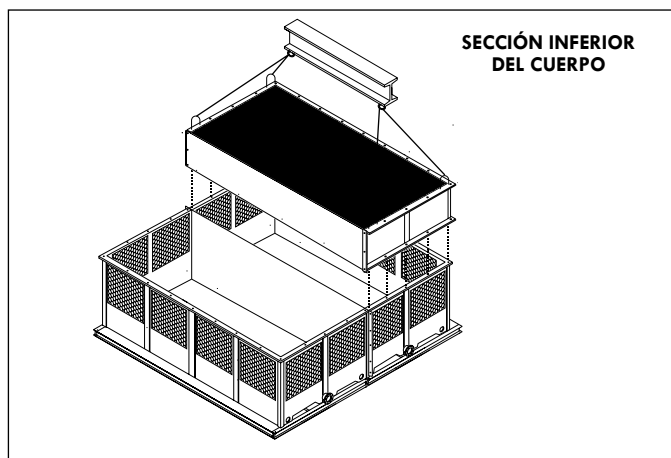

**Figura A-26:** Instalación de la cisterna #2 de una torre de cuatro ventiladores
- I. Coloque la sección de la cisterna #2 siguiendo las mismas instrucciones del paso F y G. Se recomienda utilizar una barra separadora como se muestra en la Figura A-26. Una vez que las dos cisternas han sido colocadas en la base, proceda a atornillar las bridas verticales de las secciones 1 y 2 de la cisterna con la tornillería de acero inoxidable suministrada por REYMSA y asegure ambas secciones a la base.